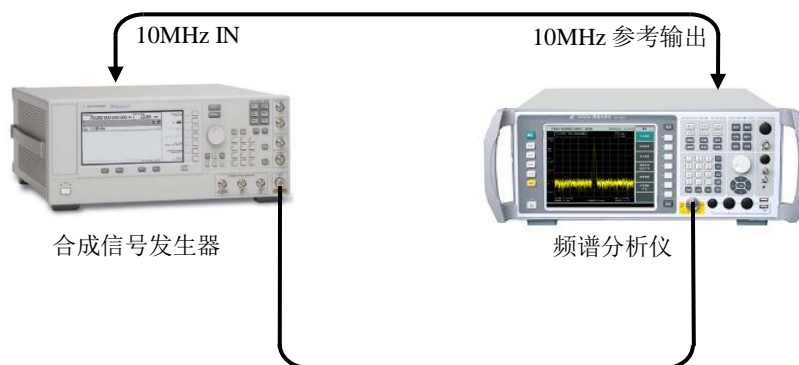

图 6-11 刻度保真度测试设置
1) 如图 6-11 连接仪器。AV4036 为 E8254A 提供频率参考。